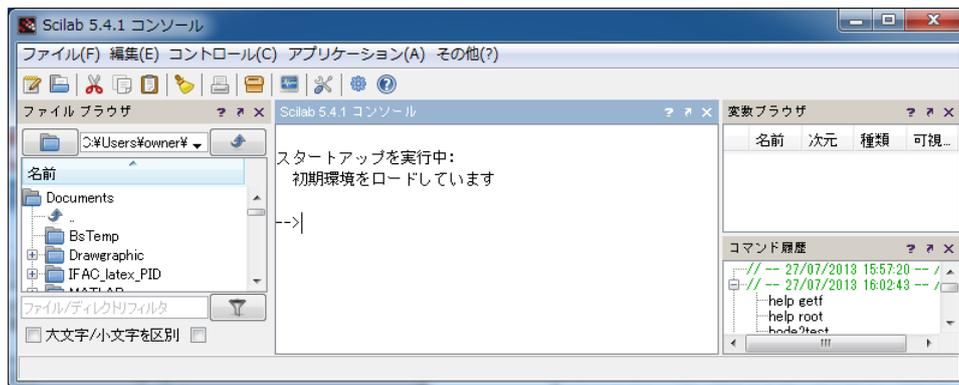
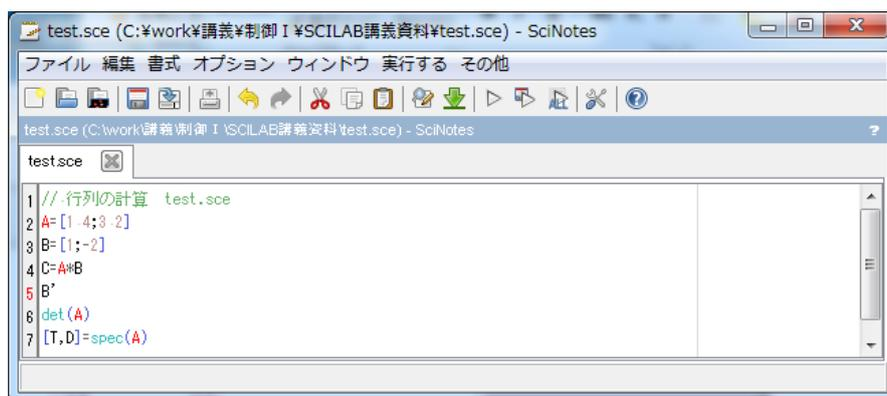

図 1 Scilab Console
図 3 テキストエディタ SciNotes
1) Scilab をクリックして起動すると図 1 のコンソールが表示される。
2) 図 1 の--> にコマンドを入力する。
- 1) Scilab をクリックして起動すると図 1 が表示される。
- 2) 以下で作成するプログラム'`test.sce`'を保存するディレクトリは、図 1 のコンソールにおいて、「ファイル」→「現在のディレクトリを変更」で指定できる。自作プログラムを保存したい場合に前もって変更しておくとも便利である。
- 3) 図 1 のコンソールにおいて、メニューの下の左から 1 番目のメモ用紙をイメージしたボタンをクリックする。SciNotes が画面に表示され(図 3)，そこに上記のプログラムを入力する。